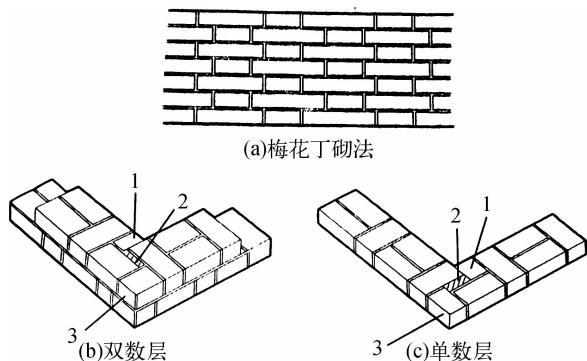

图 1-33 梅花丁和大角砌法示意图
(2) 梅花丁砌法: 又称包式或十字式砌法, 即砖墙上采用两块顺砖夹一块丁砖的砌法。梅花丁砌法砖缝整齐、美观, 适合清水外墙, 因顺丁交替, 工效低于一顺一丁(图 1-33)。